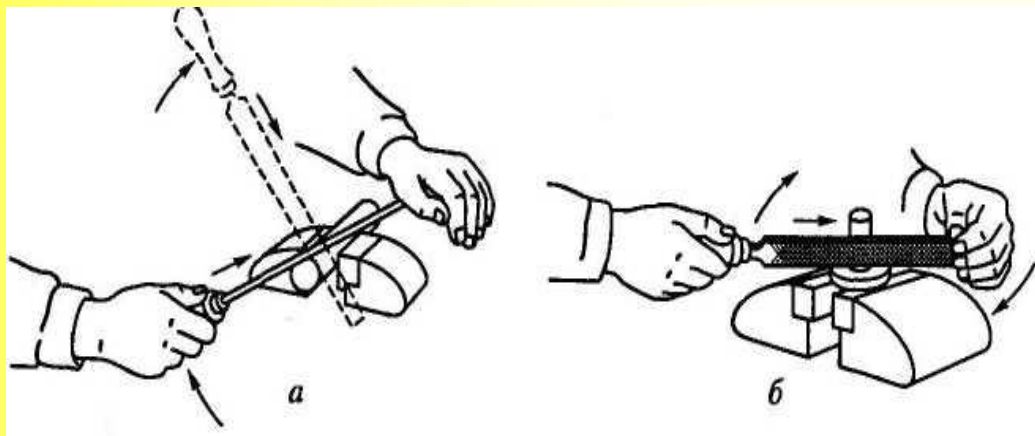

Рис. 3.17. Опиливание круглого стержня:
-при опиливании цилиндрического валика (стержня), закрепленного вертикально: в начале рабочего хода - носок напильника направлен влево; в конце рабочего хода - носок напильника направлен вперед (рис. 3.17, б);